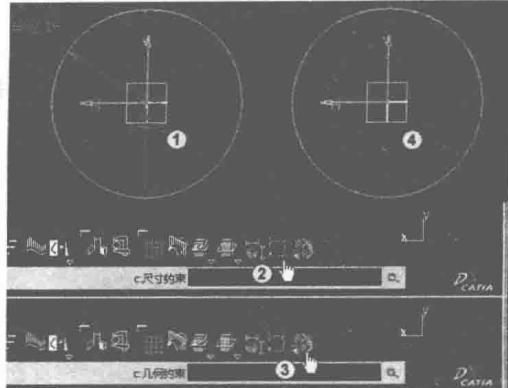

图 1-13 绘制圆草图
单击屏幕最下方的“全部适应”按钮 $\square\oplus$ ，在工作区绘制出一个圆，圆心与原点“相合”（重合），如图1-13中①所示。单击屏幕左下方的灰色的“尺寸约束”按钮 $\square\perp$ 和灰色的“几何约束”按钮 $\square\approx$ ，使其关闭，如图1-13中②③所示。结果如图1-13中④所示。